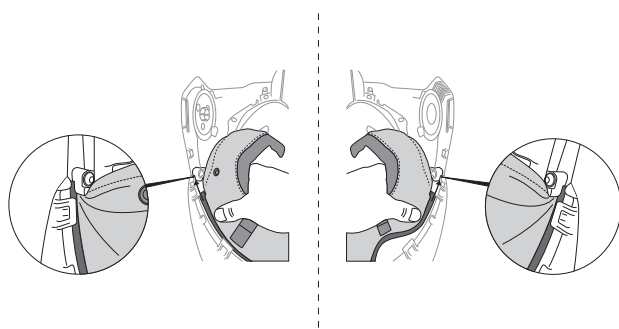

Fig. 20c
- c. Para reemplazar el sello facial, con la parte inferior de la careta para soldar hacia arriba y el tubo del ducto de aire orientado hacia afuera, coloca el sello facial con las lengüetas de agarre delanteras hacia arriba. Ajuste los bordes exteriores del retenedor de plástico delantero en las ranuras apropiadas en cada lado y, luego, ajuste el centro en la ranura en la parte frontal de la careta para soldar. Asegúrate de que esté bien ajustado en las ranuras centrales (Fig. 20c).